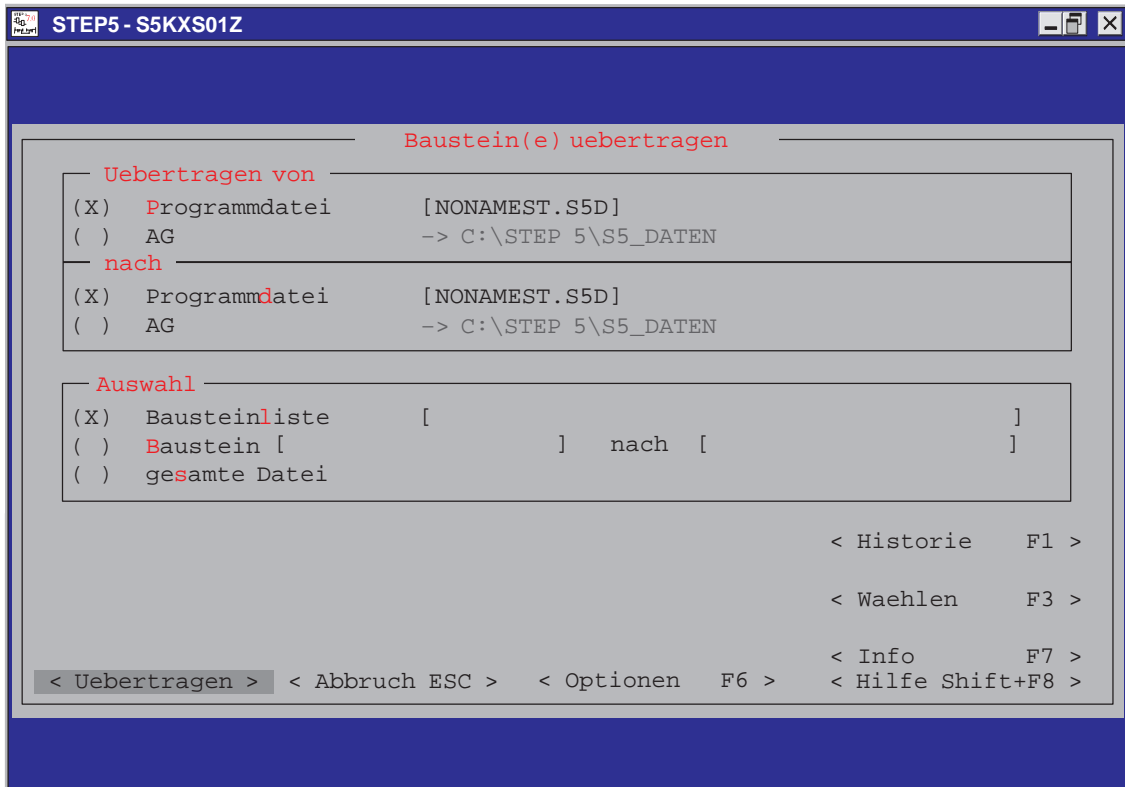

Bild 3-5 Beispiel einer Auftragsbox
**Funktion** Die Auftragsbox ist ein Dialogfeld zum Aufruf eines Editors oder einer Funktion. Die in diesem Formular verwendeten Angaben wirken teilweise auf gleichnamige Elemente in der Projekteinstellung zurück. Die häufigsten Komponenten von Dialogfeldern sind anhand eines Beispiels in Bild 3-5 erklärt: